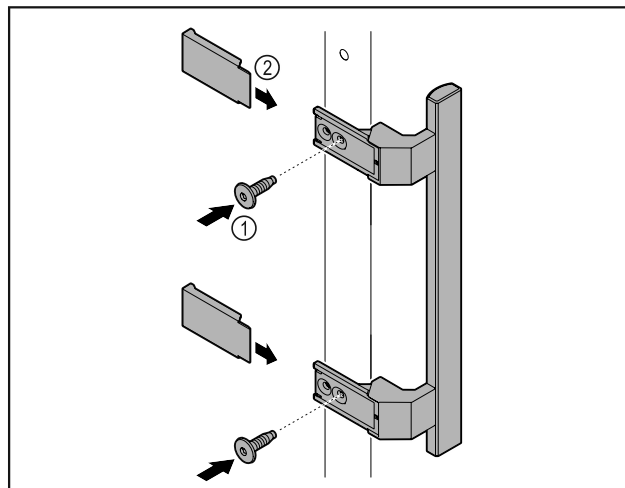

Fig. 46
- Madlo z přiloženého příslušenství upevněte na dveře pomocí přiložených šroubů Fig. 46 (1).
- Nasadte kryt Fig. 46 (2).